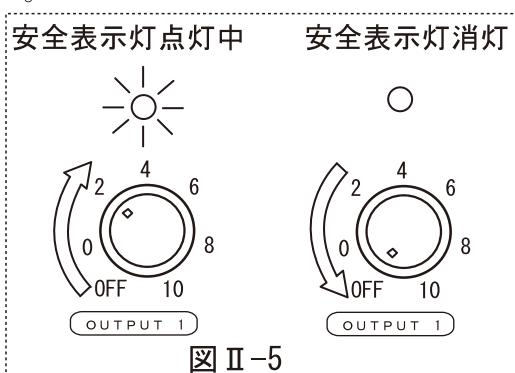

図 II-5
本器使用中に安全回路が動作し安全表示灯⑦が点灯した場合は、安全表示灯⑦が点灯している出力の出力調整⑧を左いっぱいoffにすると、その出力の安全回路動作は解除されます。(図 II-5)